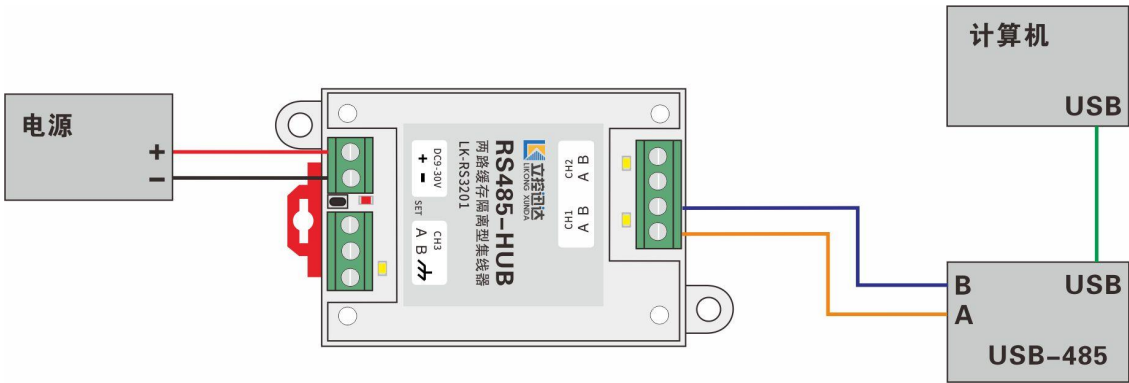

图 6.1
1、按图 6.1 的接线方法连接，在计算机上打开配置软件如图 6.2